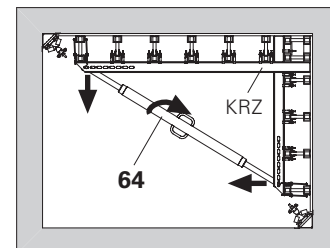

Fig. C3.04
3. Retirer les coins, démonter l'éclisse d'angle EKZ et les éléments intérieurs. (Fig. C3.04)
Sur chaque ceinture de filières intérieures, monter un treuil ou un vérin, SLS (64) par ex. L'élément intérieur peut ainsi être décoffré plus facilement. (Fig. C3.04)